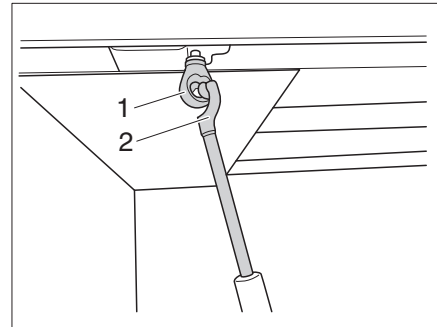

Bild 148 Höjdinställning
- Haka fast veven (Bild 148,2) i öglan (Bild 148,1) på höjdjusteringen.